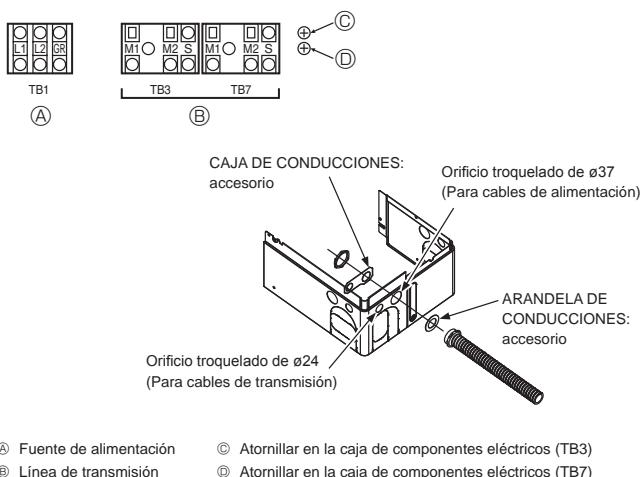

Fig. 6-1
6.2. Caja de control y posición de conexión de los cables (Fig. 6-1)
- Conecte el cableado entre la unidad exterior y la unidad interior o la caja de derivación al bloque de terminales de transmisión (TB3) de la unidad exterior. Conecte el cableado entre la unidad exterior y el sistema de control centralizado al bloque de terminales de transmisión (TB7) de la unidad exterior. Si utiliza cables blindados, conecte la toma de tierra de dichos cables al terminal blindado (S) del bloque de terminales (TB3) o (TB7).
- Si la conexión del conector de alimentación de transmisión de la unidad exterior se ha cambiado de CN41 a CN42, conecte el terminal blindado (S) del bloque de terminales (TB7) al tornillo (Ⓓ) utilizando el cable conductor incluido.
- El terminal (S) blindado del bloque de terminales de transmisión (TB3) está conectado a tierra (Ⓐ) cuando la unidad se envía de fábrica.